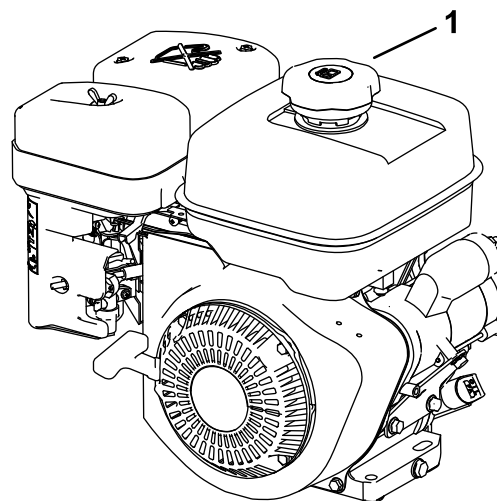

Figure 1
3. Nettoyez la surface autour du bouchon du réservoir et enlevez le bouchon (Figure 1).
4. Remplissez le réservoir de carburant jusqu'à 6 à 13 mm du haut du réservoir (Figure 1). **Ne faites pas monter le carburant dans le goulot de remplissage du réservoir.**